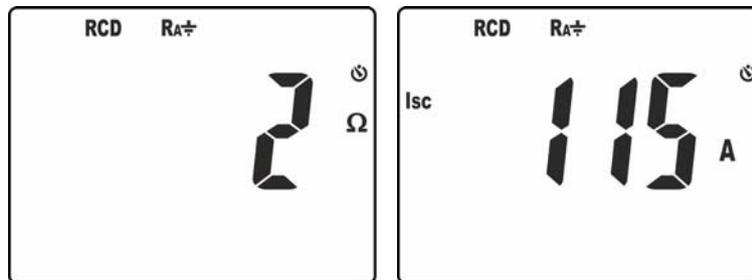

Fig. 22: Resultados da medição da resistência global de terra
9. No ecrã da Fig. 22 – parte esquerda é apresentado o valor da resistência global de terra. Premir os botões $\blacktriangledown/\boxtimes$ ou \blacktriangle para visualizar o valor da corrente de curto-circuito provável **Isc** (consultar o § 9.3)